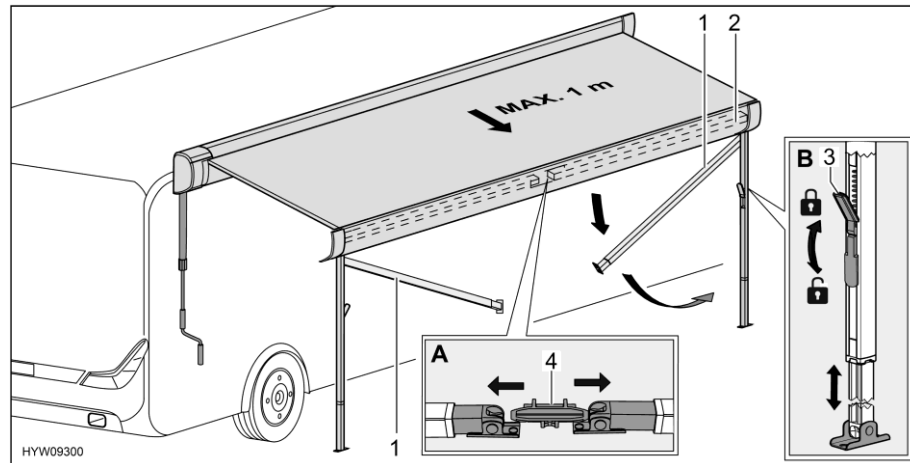

Fig. 15 Preparar los pies de apoyo
- Separar los pies de apoyo (Fig. 15,1) del soporte (Fig. 15,4) en el listón frontal (Fig. 15,2). Para ello, empujar los pies de apoyo ligeramente hacia fuera (Fig. 15,A).
- Soltar los bloqueos (Fig. 15,3) de los pies de apoyo. Para ello, plegar hacia abajo la palanca de bloqueo.
- Extraer la parte inferior de los pies de apoyo a la longitud deseada (Fig. 15,B).
- Cerrar los bloqueos (Fig. 15,3) de los pies de apoyo. Para ello, plegar hacia arriba la palanca de bloqueo.